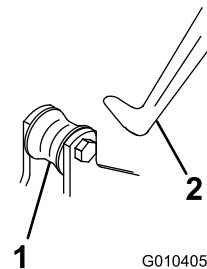

Figure 4
2. Poussez les rouleaux triples sous le cadre du groupe de déplacement en accrochant le galet de levage au bras de levage (Figure 4).